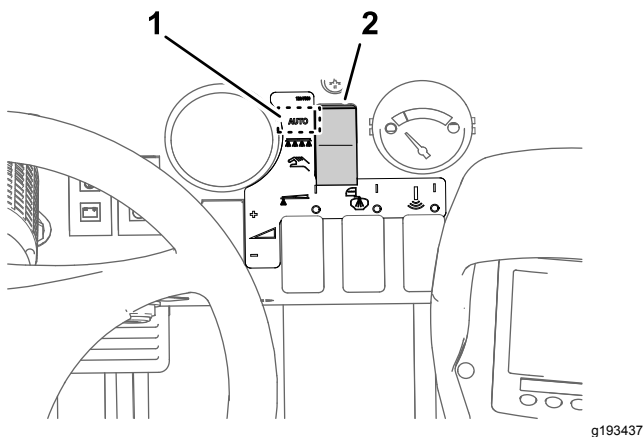

Рисунок 29
3. Установите кнопку режима опрыскивателя в режим заданной нормы внесения (Application Rate Mode) (Рисунок 29).